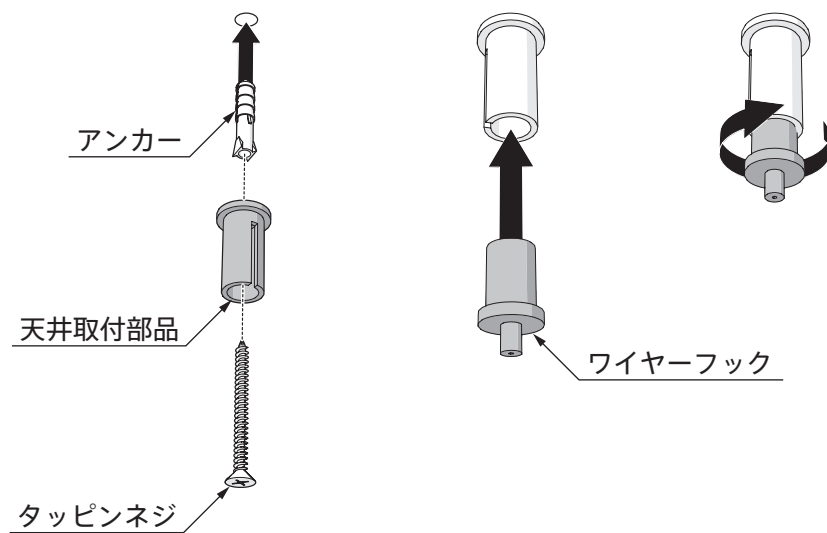

図 10
8. 取付け高さを決め、必要な本数の接続用吊りパイプを用意します。(図10)